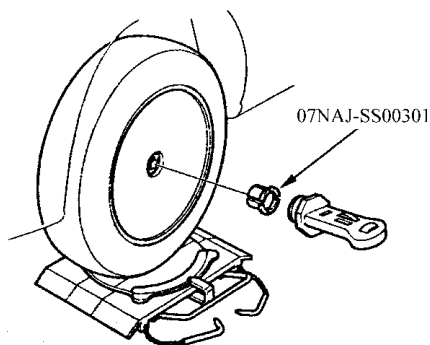

图 6-3 车轮放置在回转角测试仪和木板上
如图 6-3 所示，确保将车轮放置在回转角测定仪和木板上后，车身保持水平。
2) 拆下车轮帽(图 6-3)，在轮毂上安放车轮定位仪附件和外倾交/后倾角测量仪。